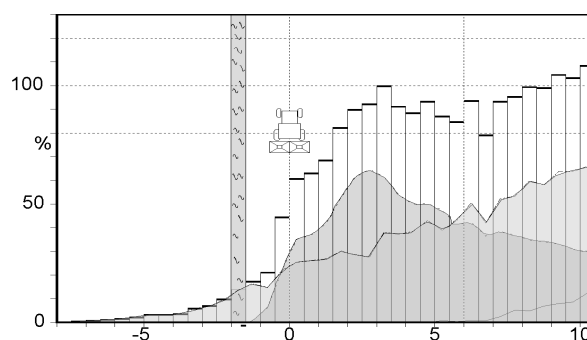
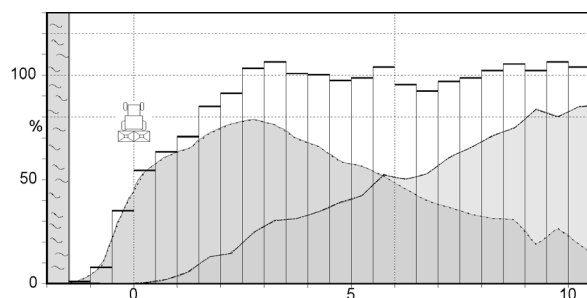

Fig. 9
Fig. 10
- Har 10 till 12 m arbetsbredd (Fig. 9 och Fig. 10).
För OM 10-16 är kastlängden ca. 36 m (jmf. Fig. 10). Därigenom blir överlappningsområdet vid 15 och 16 meters arbetsbredd mycket stort, vilket är till fördel för att erhålla bästa spridningsjämnhet. Vid 10 och 12 meters arbetsbredd kan denna stora kastlängd dock vara till nackdel, speciellt vid gränsspridning med gränsspridningsskärm.
Som exempel kan nämnas att gränsspridning med gränsspridningsskärm vid 16 m arbetsbredd och ett fältkantavstånd på 1,5 m fungerar bra, eftersom ingen gödsel kastas ut över fältkanten. Om man däremot använder samma vinginställning (med vissa gödselmedel som t ex KAS är det möjligt att erhålla en jämn spridningsbild med samma vinginställning) vid 10 eller 12 meters arbetsbredd, kommer en viss del av gödseln att kastas ut över fältkanten (ca 4,5 till 6 meter förbi fältkanten (se Fig. 9).
Eftersom det inte är tillåtet enligt Gödselmedelsförordningen att kasta någon gödsel alls förbi fältkanten, är det nödvändigt att använda OM 10-12 vid ovannämnda situation för att följa reglerna enligt gödselmedelsförordningen (se Fig. 9).